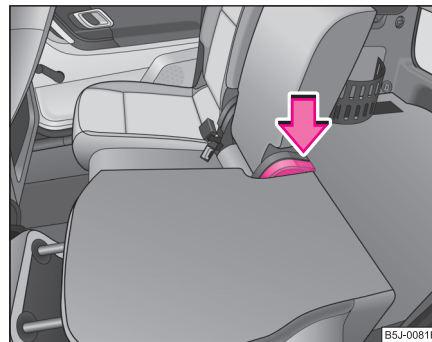

Fig. 58 Rabatarea în spate a spătarului scaunului
- Apăsăți maneta ⇒ fig. 58 și rabatați spătarul scaunului la loc. Asigurați-vă că spătarul scaunului este fixat.